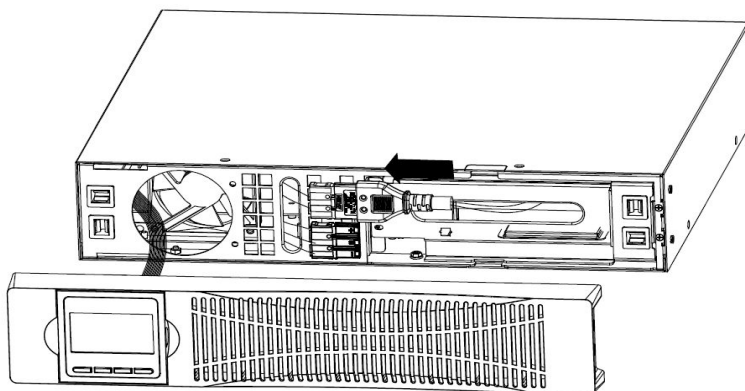

Рис. 12 — Подключение разъема встроенных аккумуляторов
2) Подключение разъема встроенных аккумуляторных батарей (см. Рис.12). Быстро и плотно соедините между собой разъемы красного цвета, для обеспечения надежного контакта.